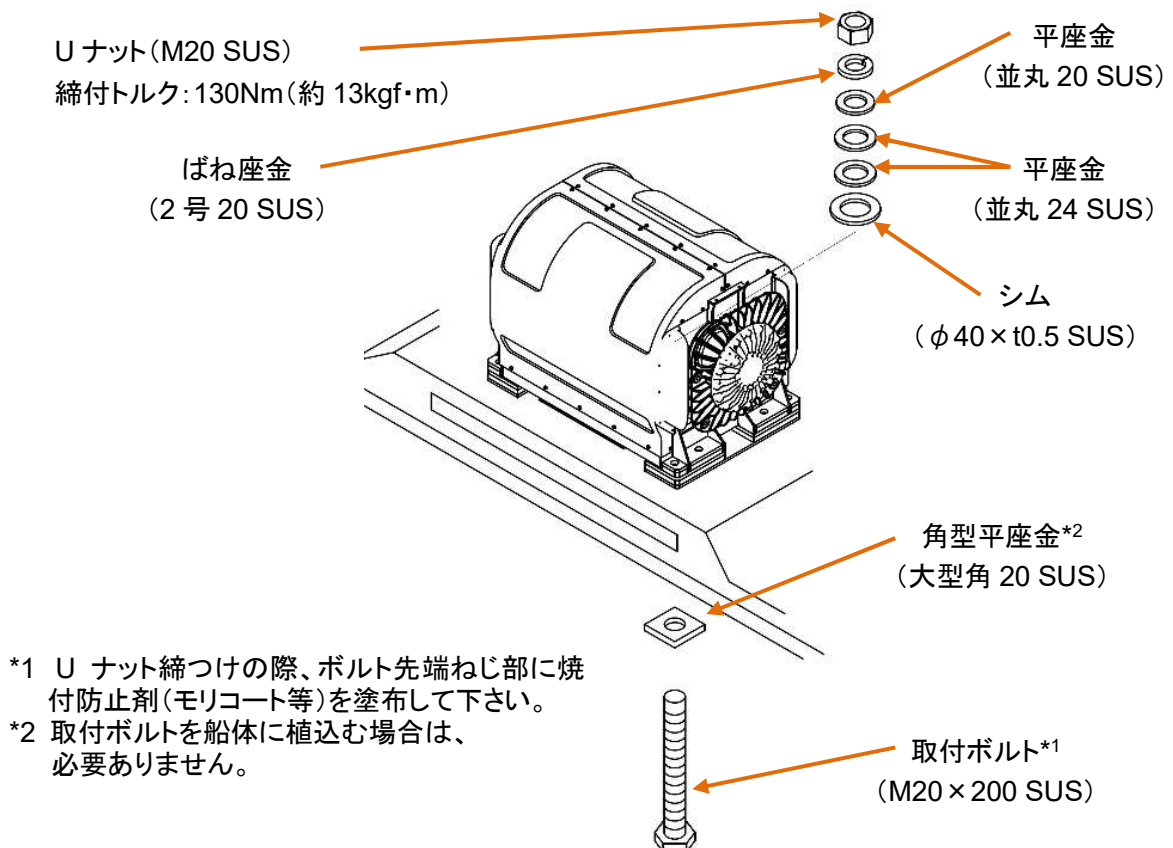

図 4-5 ARG 本体の取付
⑩ 図 4-5 に示すように残りの部品を取り付けて下さい。取付ボルトに焼付防止剤（モリコート等）を塗布して下さい。また、ナットで 8 本のボルトを締付トルク 130N・m（約 13kgf・m）で対角線上に対向する順番に徐々に締め付けを実施して下さい。（図 4-6 を参照して下さい。）